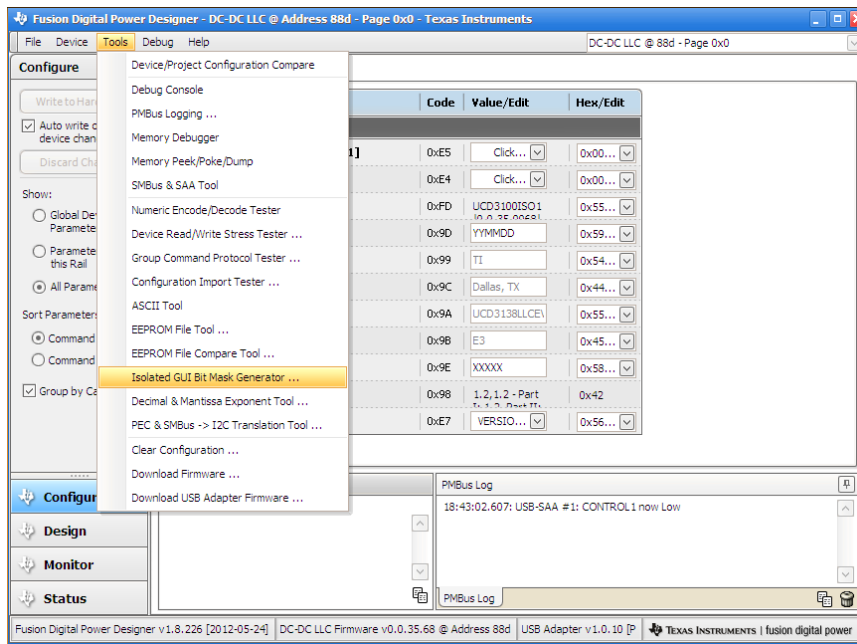

图 2: 运行 Isolated GUI Bitmask Generator
- 1) 如图 2，在菜单“Tools”中点击 Isolated GUI Bitmask Generator Tool;